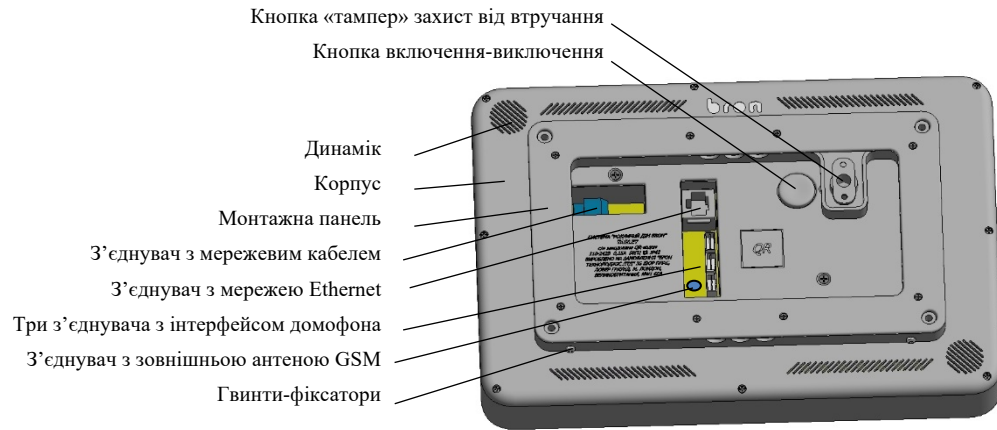

Рисунок 1.2 – Вид з боку кріплення
5.1.1 Для включення планшета натисніть на кнопку включення-виключення (див. рисунок 1.2). Включення живлення планшета активує процес ініціалізації. Завершується ініціалізація відображенням на дисплеї робочого столу з тематичними розділами.